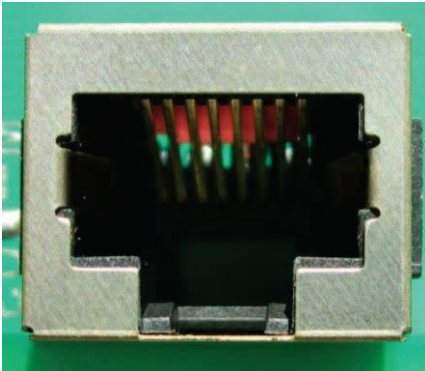

Abb. 22: Stecker für Datenverbindung
3. Stecker vom Datenkabel RJ45 in die Eingangsbuchse (Abb. 22) am Gerät einstecken.